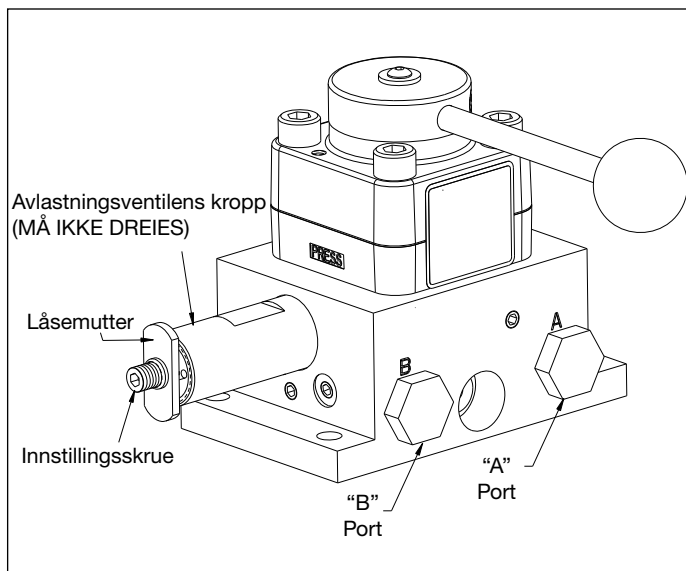

Fig. 13, Avlastningsventil - VM43-LPS
1. Monter en 0-1.035 bar [0-15.000 psi] trykkmåler på port "A" (se fig. 13).
2. Ta av begge børstelokkene (A) ved å bøye børstelokkslåsene (B) til side og klemme utover (se fig. 13).